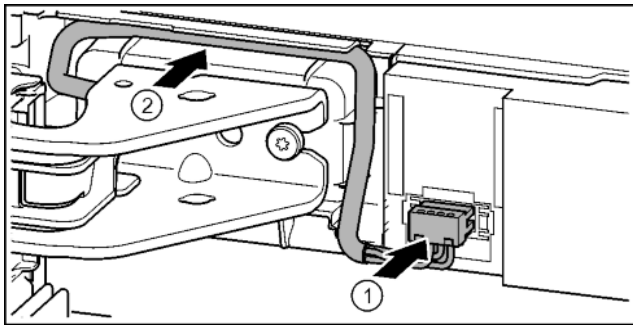

Fig. 40
- ▶ Stekker boven bovenste lagerbus vastklikken en de kabeldraad voorzichtig in de schacht plaatsen. Fig. 40 (1)
- ▶ Grijs kabel voorzichtig in de geleiding boven de bovenste lagerbus plaatsen. Fig. 40 (2)